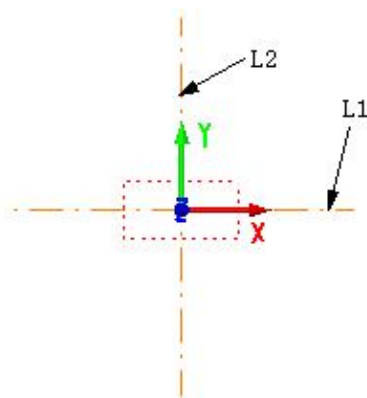

图 3-4 X、Y 向中心线
- 1、绘制中心线 L1 和 L2: 在 $Z=0$ 平面内, 点击【“曲线绘制(D)”->【直线(L)】”菜单项, 选择 两点线[A]子命令, 勾选上导航工具条中选项中的 双向[Y]选项并选中屏幕下方的 (开启/关闭正交捕捉)按钮, 通过捕捉坐标原点方式绘制如图 3-4 所示 X 向中心线 L1 和 Y 向中心线 L2;